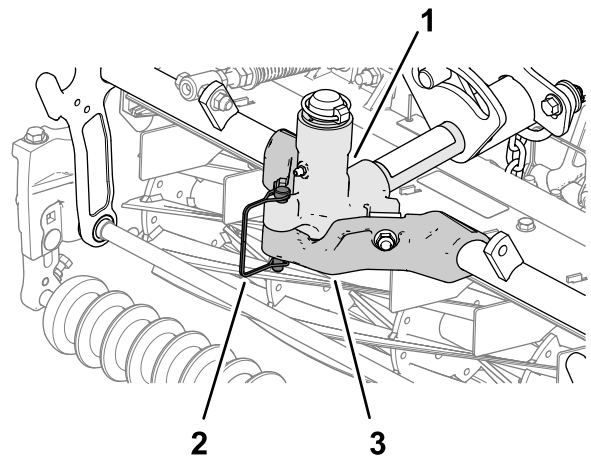

Bild 54
1. Arretieren Sie den Tragrahmen des Mähwerks mit dem Einraststift am Gelenkjoch, wie in Bild 54 dargestellt.